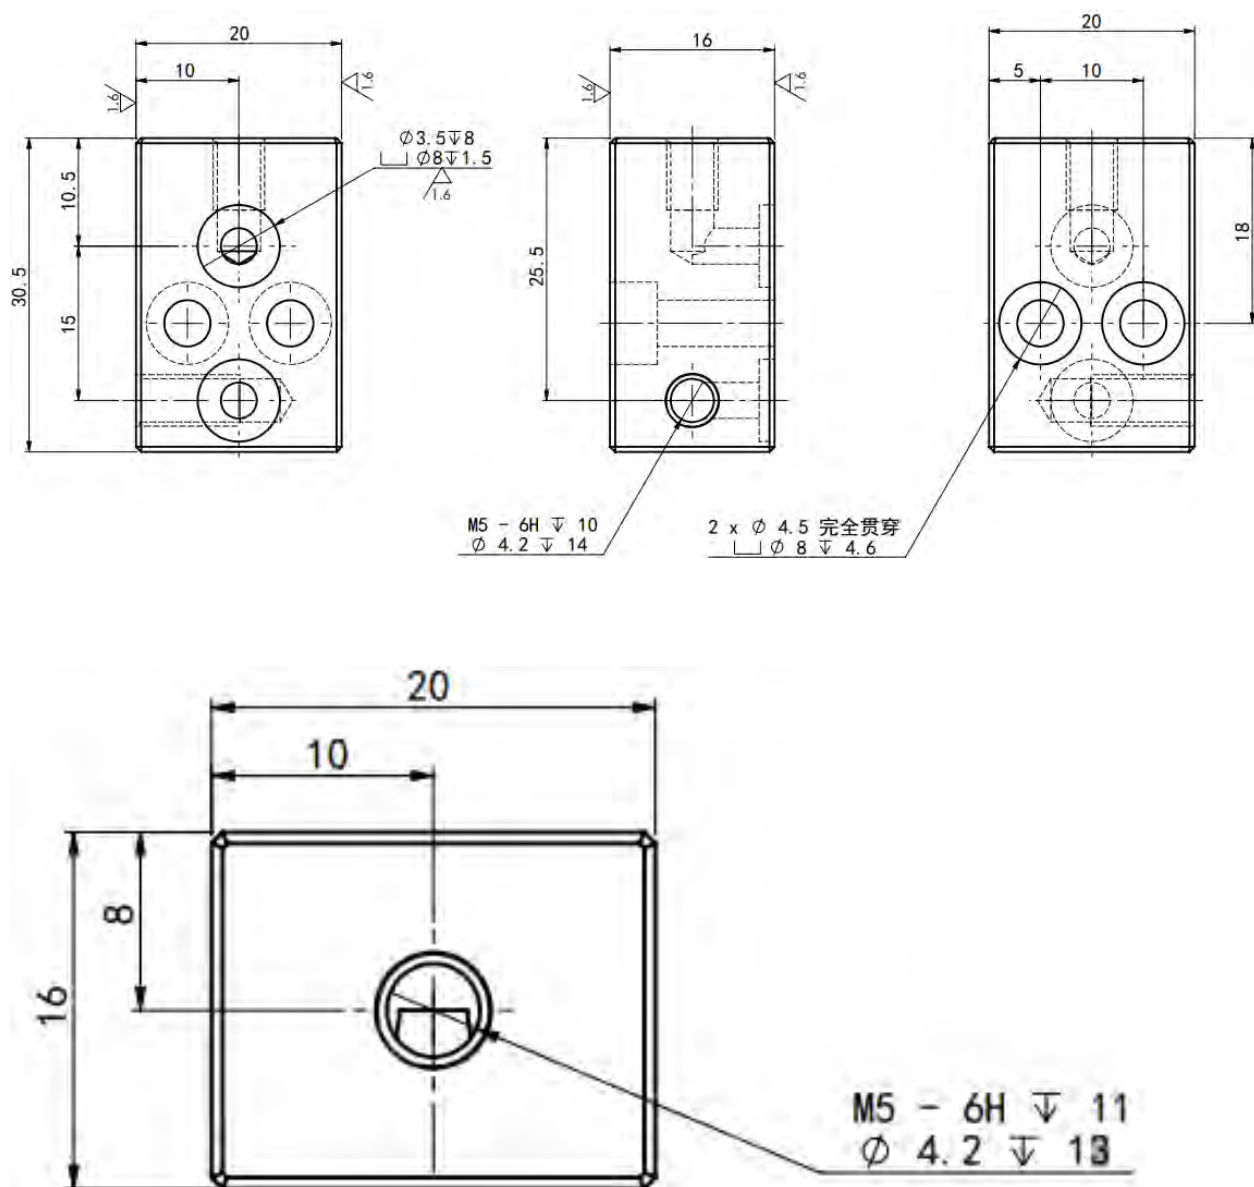

图 6 气管接头尺寸示意图
- 5、气管接头采用 40Cr 材质制造, 未注倒角均为 C0.5mm, 表面采用发黑处理。制造尺寸要求如图 6 所示。